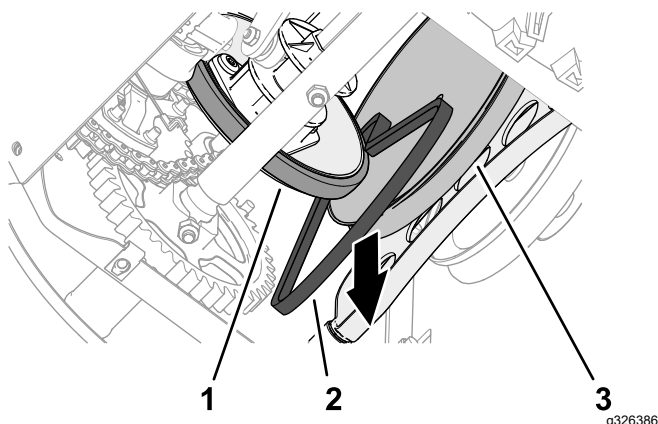

Figura 48
- Coloque la correa de tracción entre la rueda de fricción y la polea de tracción, y retire la correa de la máquina (Figura 48).